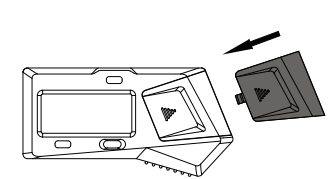

Abb.3
---Schließen Sie den Batteriefachdeckel (Abb.3).